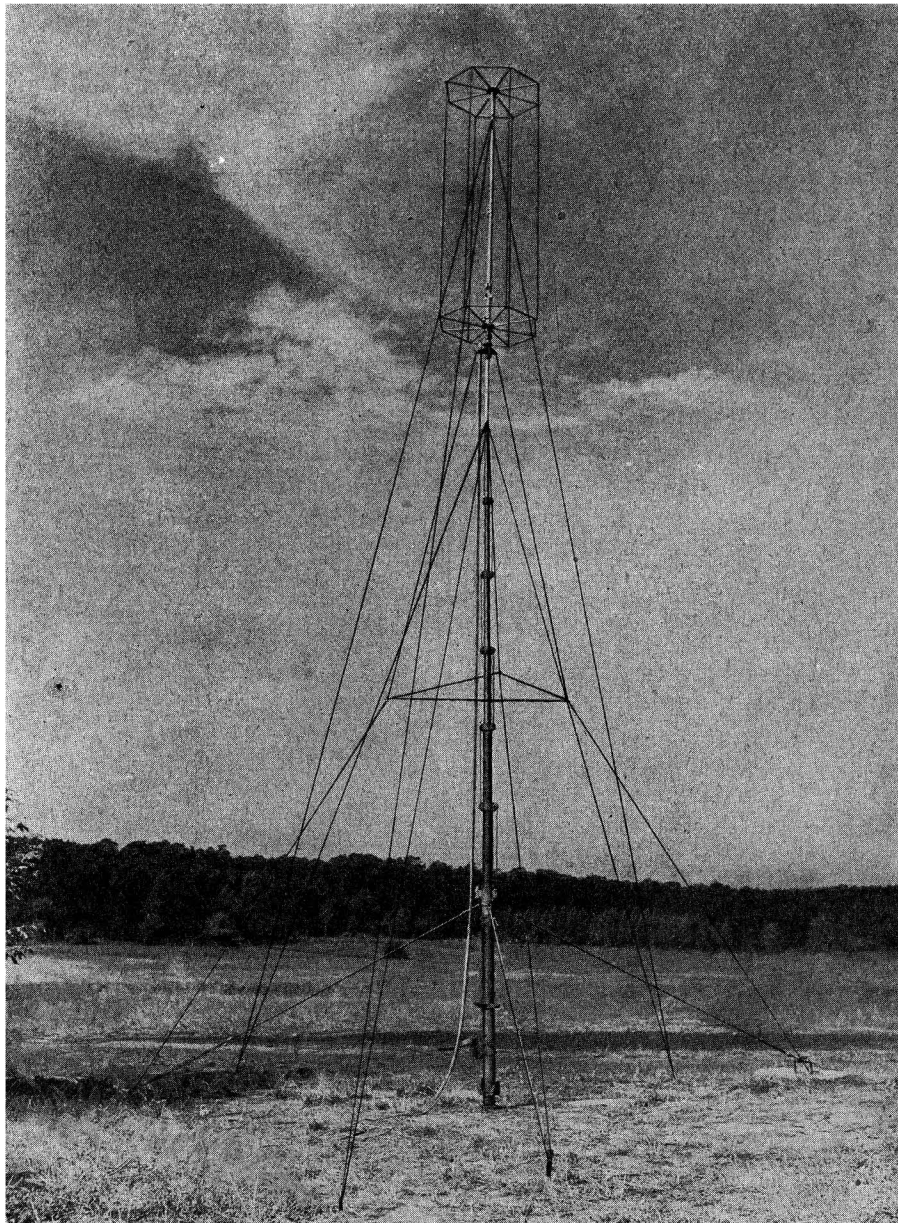

Abb. 12: Ansicht der UKW-Antenne 1 a, vollständig aufgebaut
B. Aufbau der UKW-Antenne 1a (vgl. Abb. 12 und 13)